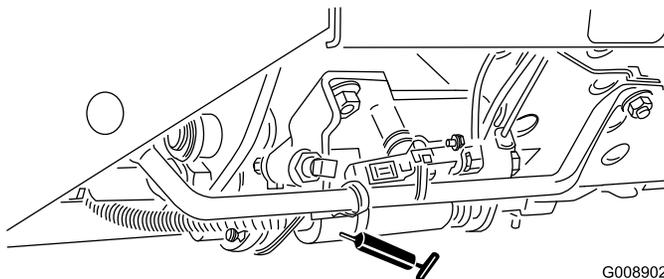

Figura 44
- Patilha Corte/Transporte (Figura 44)